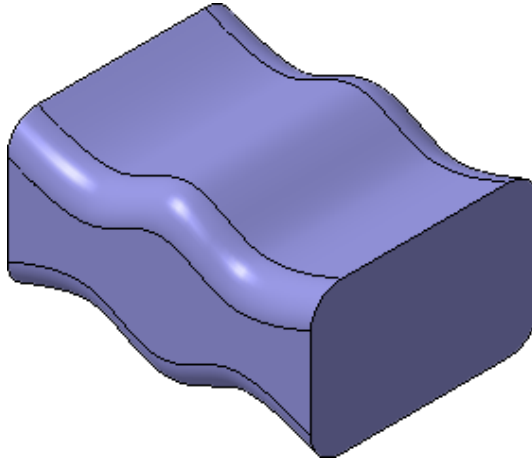

Рисунок 21
После того, как созданы все эскизы, можно выполнить построение тела по сечениям (рис. 21).
- Нажмите кнопку **Создать объект**  (рис. 21).